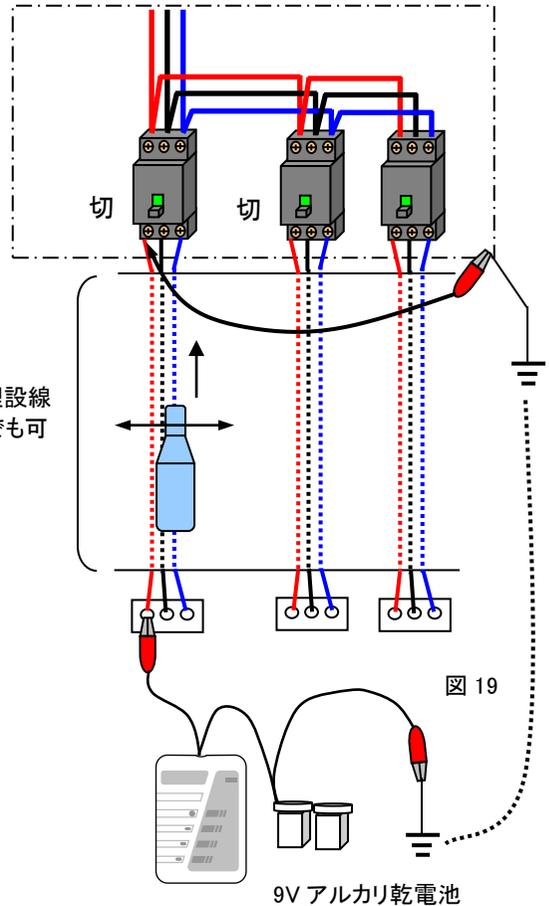

図 19
- 死線状態でブレーカの探査を行う場合は、図 19 のように送信器を接続した後、ブレーカ 2 次側で接地を行った接続線に受信器をあてることにより探査が可能です。